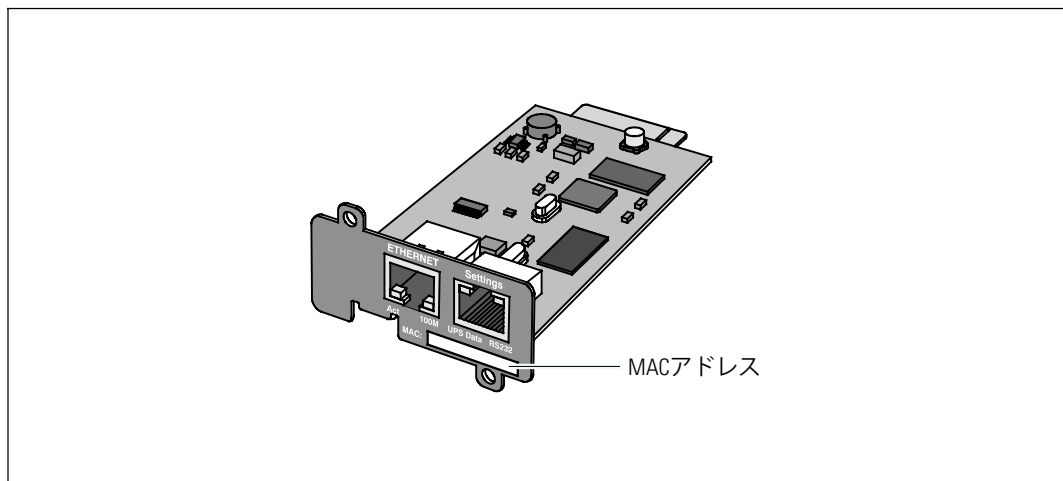

図 2. MACアドレスのロケーション
- MACアドレスは、カードの前面のラベルに記載されています（図 2を参照）。